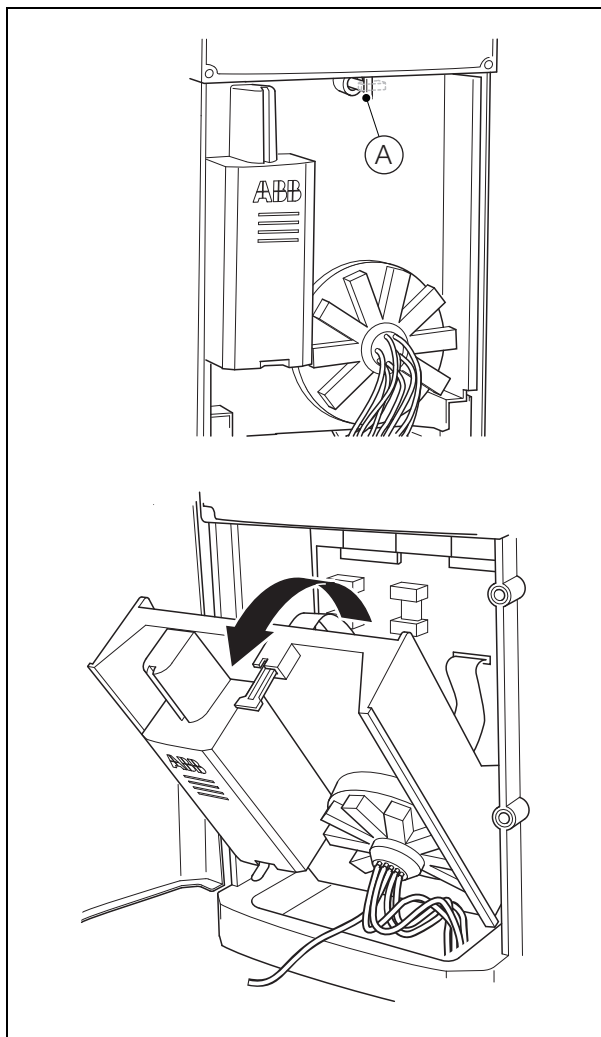

Fig. 13.8 Abrir a secção analítica
1. Tendo por referência a Fig. 13.8, rode a pega (A) $\frac{1}{4}$ de volta para a direita, puxe a secção analítica para a frente e deixe-a encostada.
1. Tendo por referência a Fig. 13.8, coloque a secção analítica na posição vertical e prenda com a pega (A).